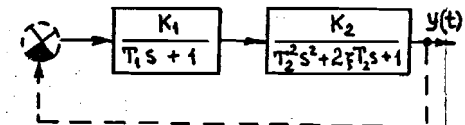

Рис. 24
5. Соедините звенья последовательно, как указано на рис. 24, и по экспериментальным частотным характеристикам этого соединения предскажите, будет ли система устойчива при охвате ее единичной отрицательной обратной связью (показана пунктиром).